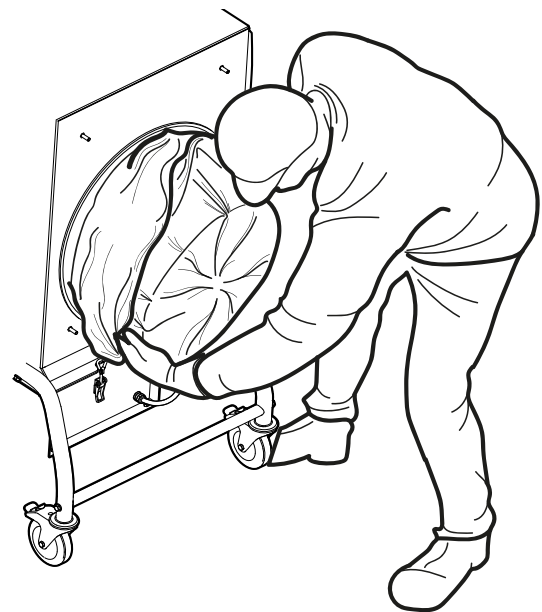

Fig. 21
8. Passez le sac de filtre CMF PCW3 sur la cartouche de filtre (Fig. 21). Contrôlez que le sac de filtre ne se coince pas sous les brosses sous la cartouche de filtre.